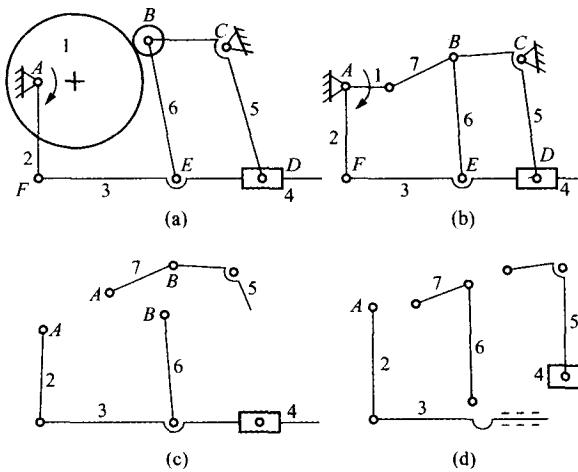

图 1-18 题 1.6.6 图
- 1.6.6 图 1-18 中的两种拆分杆组的方案，哪个是正确的？为什么？